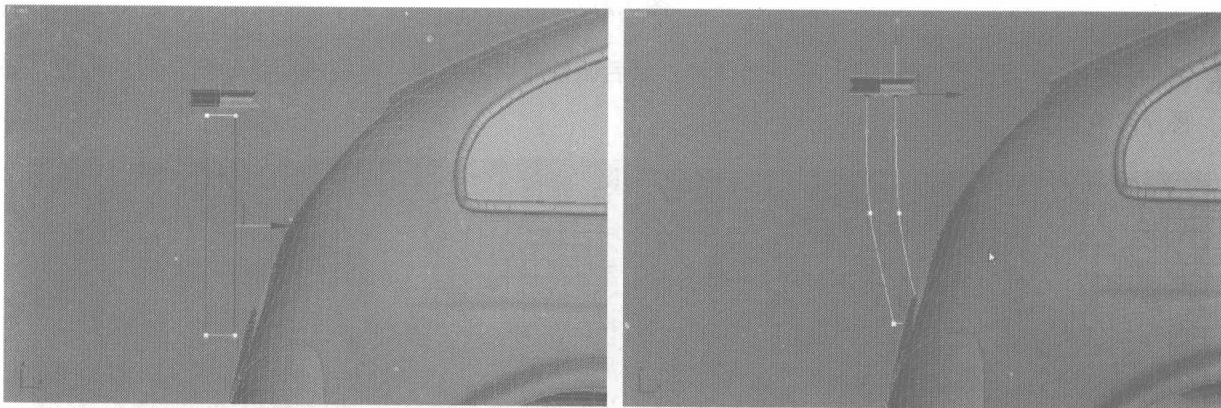

图 7.216
- 29 选择两段曲线，在  控制面板下的 **Selection** 卷展栏中单击 **Divide** 按钮，在线段中间平分出一个节点，然后单击右键，在弹出的快捷菜单中选择 **Bezier** 命令，这样可以调整节点的弧线，如图 7.216 所示。